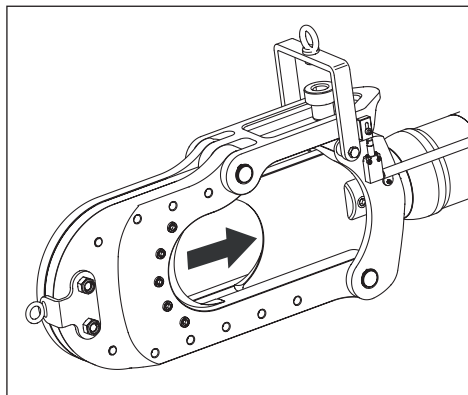

Figura 7, Pistón y cuchilla en posición inicial (completamente retraídos)
Asegúrese siempre de que el pistón y la cuchilla móvil estén en la posición inicial completamente retraída antes de colocar cualquier material en el cabezal de corte. Véase Figura 7.
2. Asegúrese de que el pistón esté en la posición inicial (totalmente retraído). Véase Figura 7.
1. Encienda la bomba. Mueva el pistón a la posición inicial (totalmente retraído). Véase Figura 7.